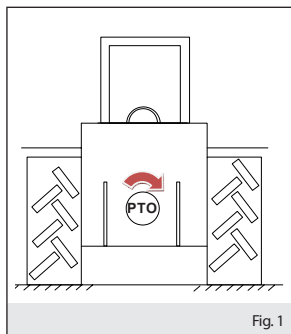

Fig. 1
Per rispettare la corretta sequenza di fase L1-L2-L3, la presa di forza del trattore deve girare in senso orario (vedi fig.1).
To respect the correct phase sequence L1-L2-L3, the P.T.O. must turn in clockwise rotation (see fig.1).
Pour se conformer à l'ordre correct des phases L1-L2-L3, la prise du force doit tourner dans le sens horaire (voir fig.1).
Für die richtige Phasenfolge L1-L2-L3 respektieren, die Zapfwelle des Traktors muss im Uhrzeigersinn drehen (siehe Abb.1). Die im Benutzungsländ geltenden Sicherheitsnormen beachten.
Para cumplir con la secuencia de fases correcta L1-L2-L3, la toma de fuerza del tractor debe girar en sentido horario (ver fig.1).
- die Schutz-Gegenhaube (Abb.1) in unversehrt und gut befestigten Zustand vorhanden ist. Die Gegenhaube muss den Schutz des Kardangelns über mindestens 50 mm abdecken und den unbeabsichtigten Kontakt der Hände mit in Bewegung befindlichen Elementen verhindern.